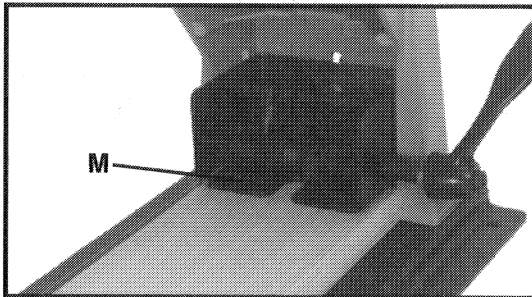

Fig. 7
3. Levante la palanca de ajustes para alzar el grupo de abrazadera y meta una pieza desecha de material (del mismo espesor del que va a usar) debajo de la placa abrazadera (M) Fig. 7. Asiente el material desecho contra el forro de guía de taladrar.